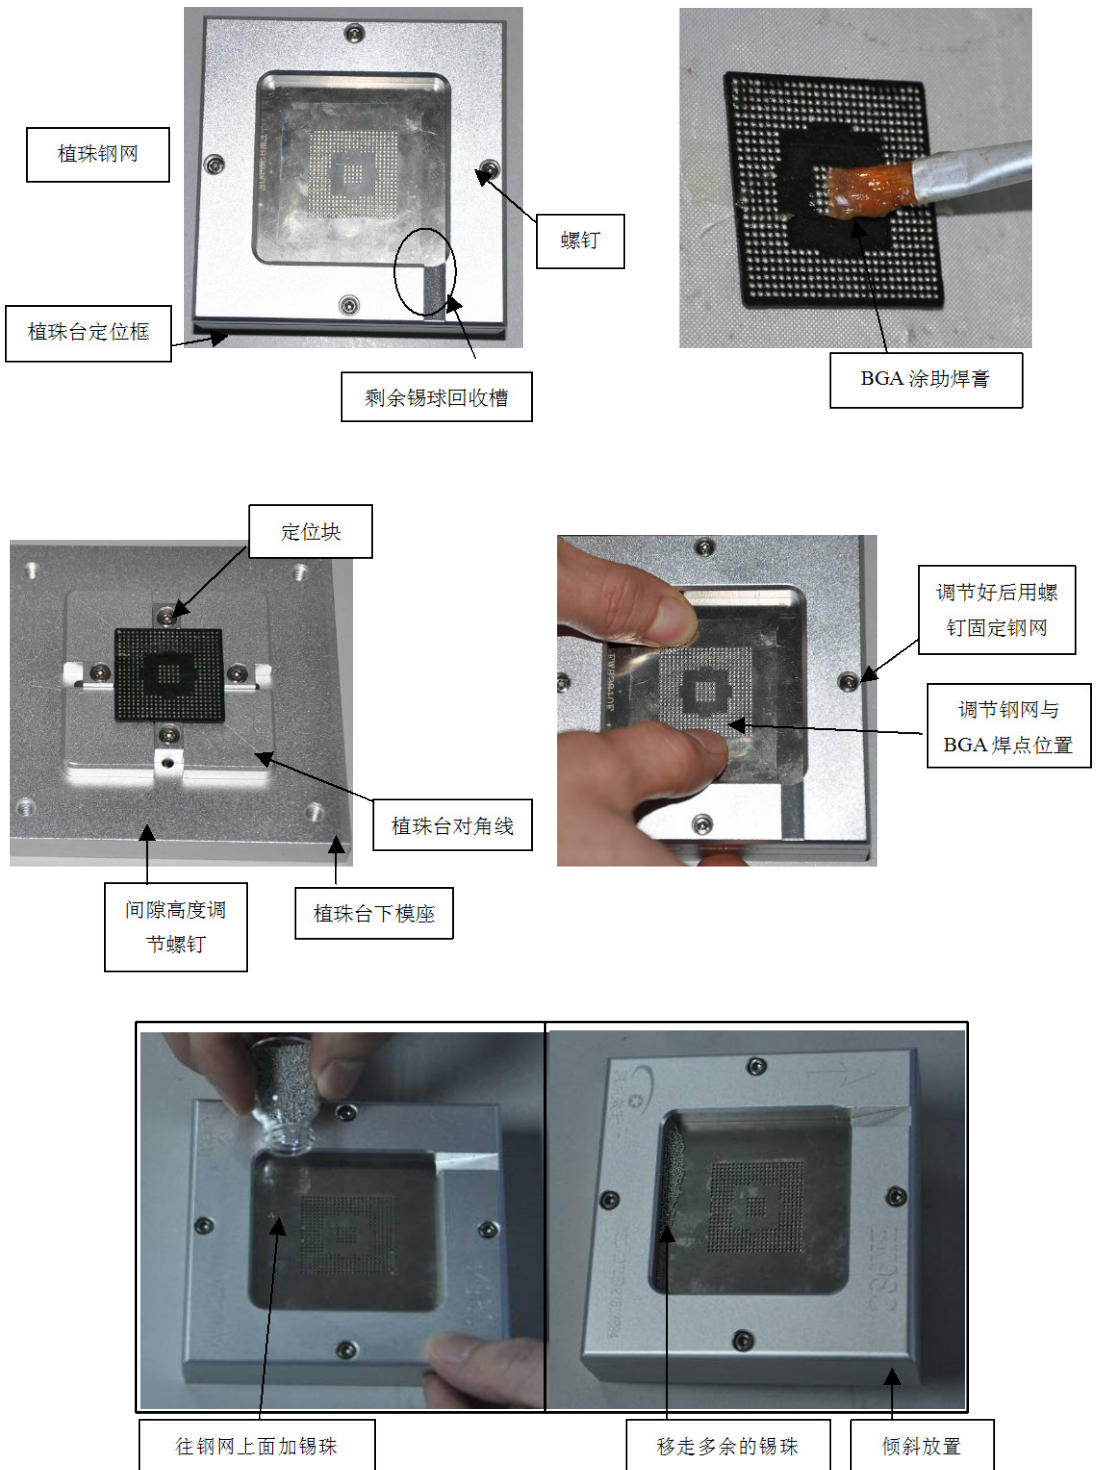

图 11-46 植珠流程示意图
(1) 选择与 BGA 配套的植珠钢网、锡珠、植珠台，将 BGA 植珠钢网放置在定位框与上盖之间，然后用螺钉锁住钢网（为了使钢网可微调，暂不要锁紧，使钢网可以移动）。
(2) 在 BGA 焊盘上均匀刷涂适量助焊膏。然后将 BGA 放置在植珠台上四块定位块的定位台阶面上，调节定位块使 BGA 四角在植珠台的对角线上，这样就确保了 BGA 大致在植珠台的中心位置。再旋紧定位块螺钉固定四块定位块使 BGA 得以定位。
(3) 将带有 BGA 植珠钢网的定位框和上盖放置在下模座上面，再移动植珠钢网使其上的孔能与 BGA 焊盘完全重合。如果此方法仍然达不到锡珠与钢网孔的对应（注意观察偏差在那边，方便调动），取下定位框和上盖，松开定位块螺钉，调整 BGA 位置，然后锁紧 BGA，放上刚才取下來的定位框和上盖检查钢网上的孔是否与 BGA 焊点重合，确认达到要求后锁紧上盖与定位框的螺钉固定钢网位置，反之，可微调钢网对应后再锁紧螺钉，植珠流程示意图如图 11-46 所示。
(4) 调整 BGA 焊盘和植球钢网之间的高度差。